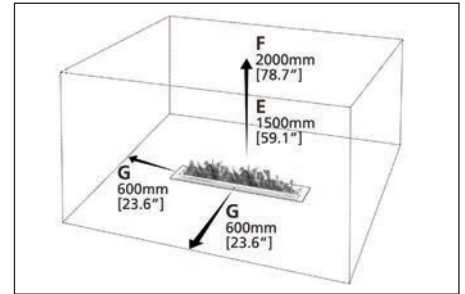

Fig. 4
B. « EMBLACEMENT DU BRULEUR SANS FOYER » (Fig.4)